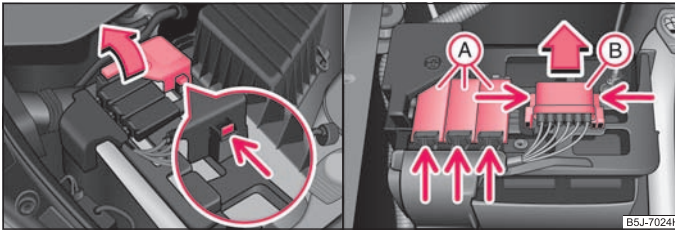

Abb. 165 Batterie: Aufklappen der Pluspol-Abdeckung / Sicherungsdeckel
- Klappen Sie die Pluspol-Abdeckung (+) auf ⇒ Abb. 165 - links.
- Drücken Sie auf die Verrastungen der Sicherungsabdeckungen (A) ⇒ Abb. 165 rechts und klappen Sie die Abdeckungen auf.
- Drücken Sie die Verrastungen der Sicherungsabdeckung (B) gleichzeitig zusammen und schieben Sie die Abdeckung in Pfeilrichtung heraus.
- Einige Fahrzeuge sind nur mit der Abdeckung (B) ausgestattet ⇒ Abb. 165. ■